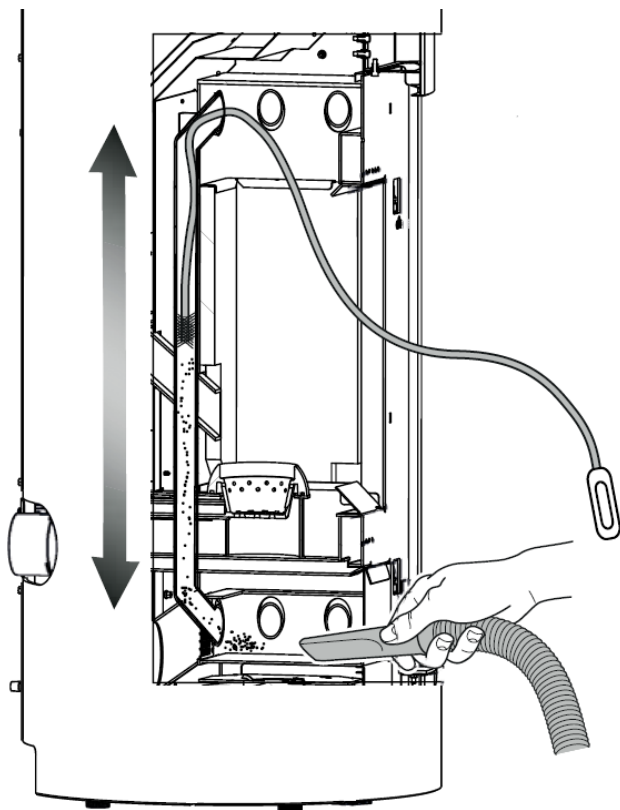

Fig.16 Nettoyage de l'échangeur du foyer
- Passez un écouvillon (brosse flexible) pour nettoyer les 6 tubes d'échange. Introduisez la brosse par l'un des 6 tubes en haut du foyer, raclez le tube et aspirez en même temps par le débouché du tube en partie basse (niveau du cendrier). Procédez de façon identique pour les 5 autres tubes d'échange.(Fig.16)